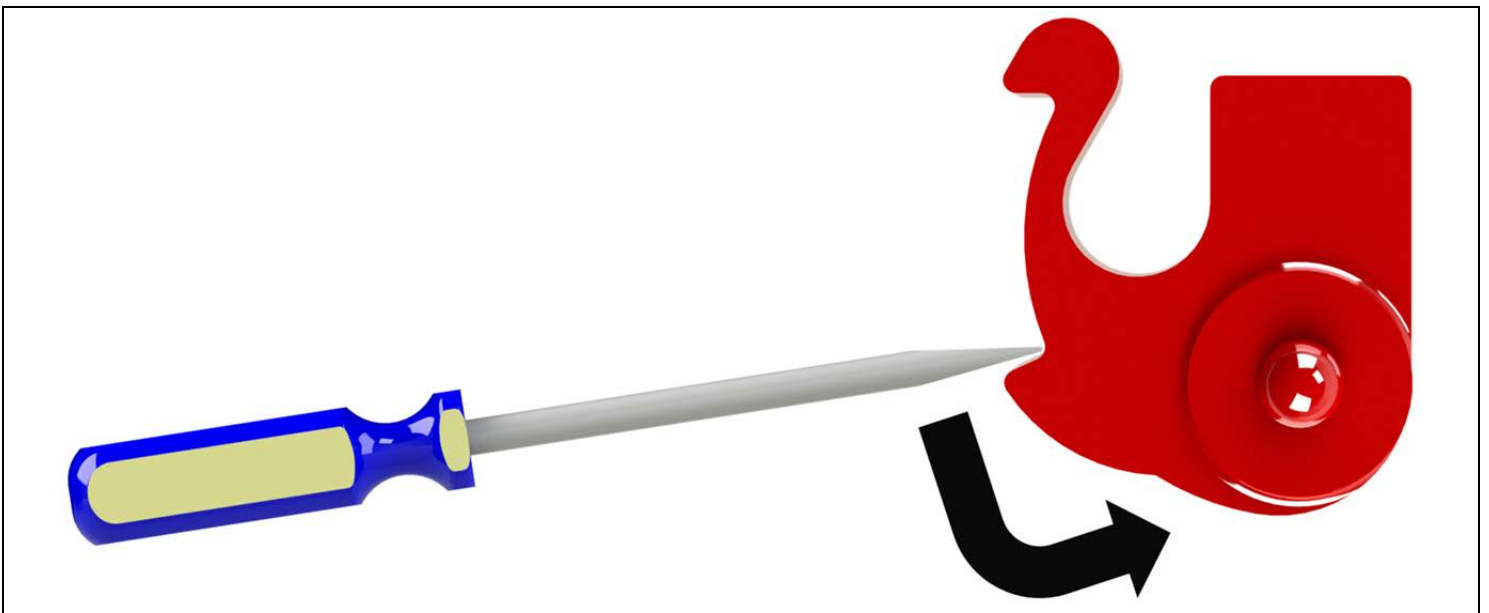

Figure 12. Étape de Démontage 2
- Repérer les clips de roulement aux extrémités de l'axe de transmission. Insérer un tournevis à tête plate dans la rainure indiquée dans la *Figure 12*, ci-dessous. Tout en appuyant vers l'intérieur sur le bras du clip de roulement, faire tourner le clip de roulement dans le sens inverse des aiguilles d'une montre.